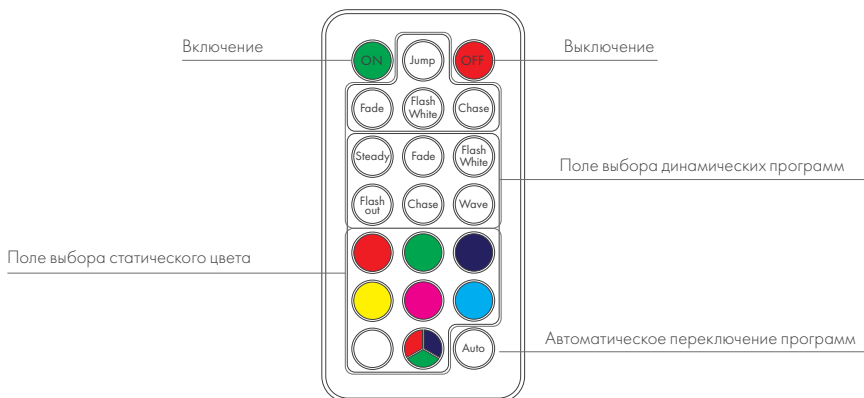

Рис. 3. Пульт ДУ контроллера
- 3.3. Подключите шнур питания контроллера к сети AC 230 В и проверьте работу гирлянды во всех режимах, управляя контроллером с помощью пульта ДУ. Расположение и назначение клавиш управления приведено на рис. 3.